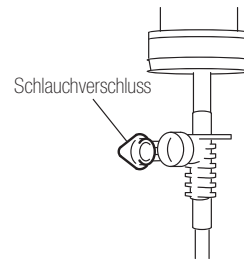

Abb. 14
- 3) Öffnen Sie den Schlauchverschluss, um Luft in die Flasche gelangen zu lassen. (Abb.14)